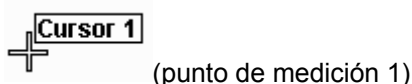

Imagen 10 Cursor de medición 1
1) Fichero – Abrir: Utilizar Windows Explorer (imagen 10), para abrir un fichero.
Imagen 10 barra de estado